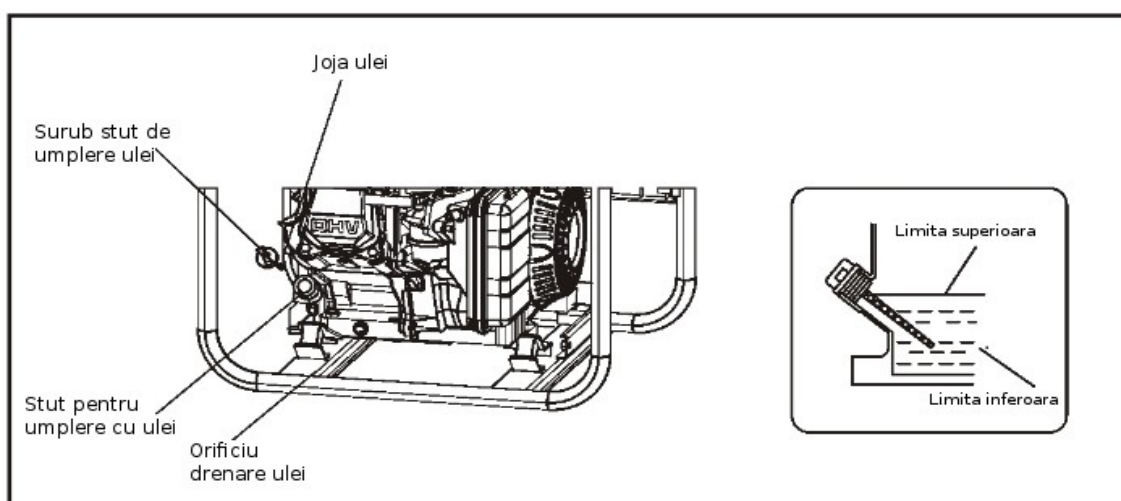

Fig. 3 - Diagrama nivel ulei
- Scoateti si stergeti joja de ulei cu o carpa curata. Verificati nivelul de ulei prin introducerea jojei fara a invarti (a se vedea Fig. 3).